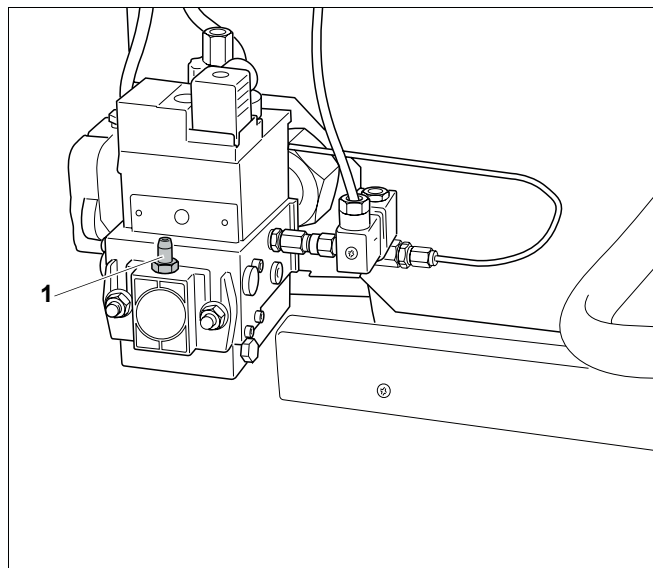

Рис. 9 Измерение подаваемого давления газа
- На два оборота открутить ниппель для контроля подаваемого давления и удаления воздуха (рис. 9, поз. 1) на газовой арматуре.
- Надеть измерительный шланг U-образного манометра на контрольный ниппель (рис. 9, поз. 1).
- Осторожно закрутить ниппель (рис. 9, поз. 1).